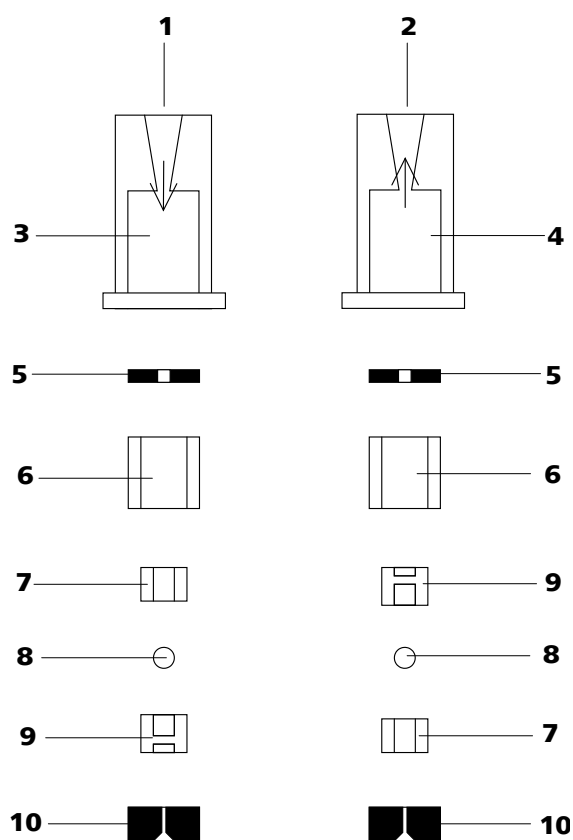

Figure 35 Composants des vannes d'admission et d'échappement
- La vanne d'admission et d'échappement sont composées des mêmes composants qui seulement sont placés différemment (voir Figure 35, page 72).
Recomposer les composants de la vanne *conformément à la figure 35, page 72*.
- Placer les autres composants de la vanne l'un sur l'autre en l'ordre (voir Figure 35, page 72) correct.
Si ce n'est pas le cas, la vanne doit être désassemblée de nouveau et rassemblée correctement (voir Figure 35, page 72).